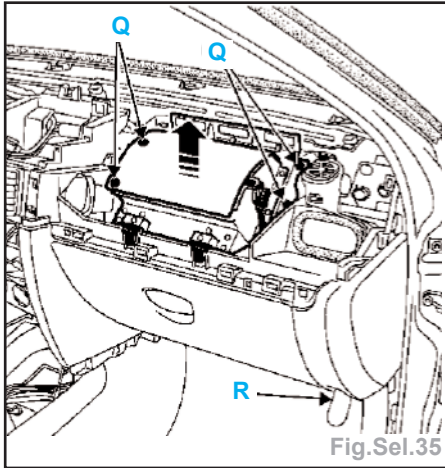

Fig.Sel.35
- les 4 vis de fixation (Q), puis dégager le coussin airbag (Fig.Sel.35),